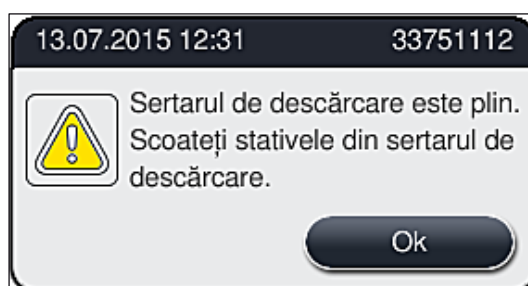

Fig. 86
- Sertarul de ieșire trebuie deschis și stativele trebuie îndepărtate cel mai târziu la primirea mesajului de avertizare care indică faptul că stația de descărcare este complet ocupată (→ "Fig. 86"). În caz de nerespectare a mesajului de avertizare, nu se mai poate transporta niciun alt stativ la stațiile de descărcare. Din cauza abaterilor de la duratele pașilor și a temporizărilor din procesul de colorare, este posibil ca rezultatele colorării să fie modificate, eventual să nu se poată analiza.